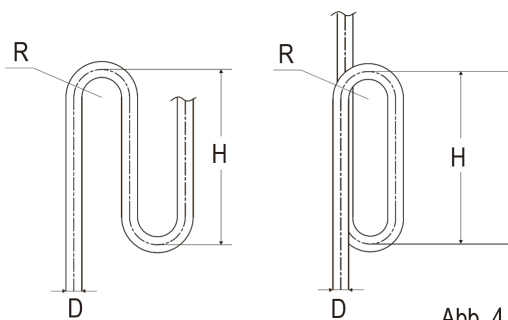

Abb. 4.11
- Wenn sich das Außengerät oberhalb des Innengeräts befindet und der Höhenunterschied mehr als  $20 \text{ m}$  beträgt, wird empfohlen, alle  $10 \text{ m}$  einen Ölrücklaufbogen an der Gasleitung der Hauptrohrleitung anzubringen. Die empfohlenen Spezifikationen des Ölrücklaufbogens sind in Abbildung 4.11 dargestellt.
Anforderung: Der größte Höhenunterschied zwischen Innen- und Außengerät sollte 25 m (wenn das Außengerät oben steht) bzw. 20 m (wenn das Außengerät unten steht) nicht überschreiten. Zusätzlich: Wenn sich das Außengerät oben befindet und der Höhenunterschied größer als 20 m ist, wird empfohlen, alle 10 m einen Ölrücklaufbogen mit den in Abbildung 4.11 angegebenen Abmessungen in die Gasleitung der Hauptleitung einzubauen.